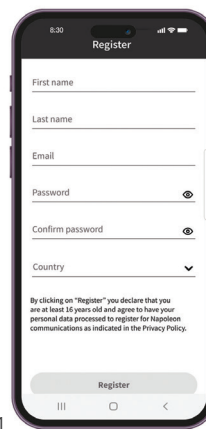

Fig. 2
3. Voer gebruikersinformatie in en maak een wachtwoord voor het account aan. Selecteer het land waarin het apparaat zich bevindt. (Fig. 2)